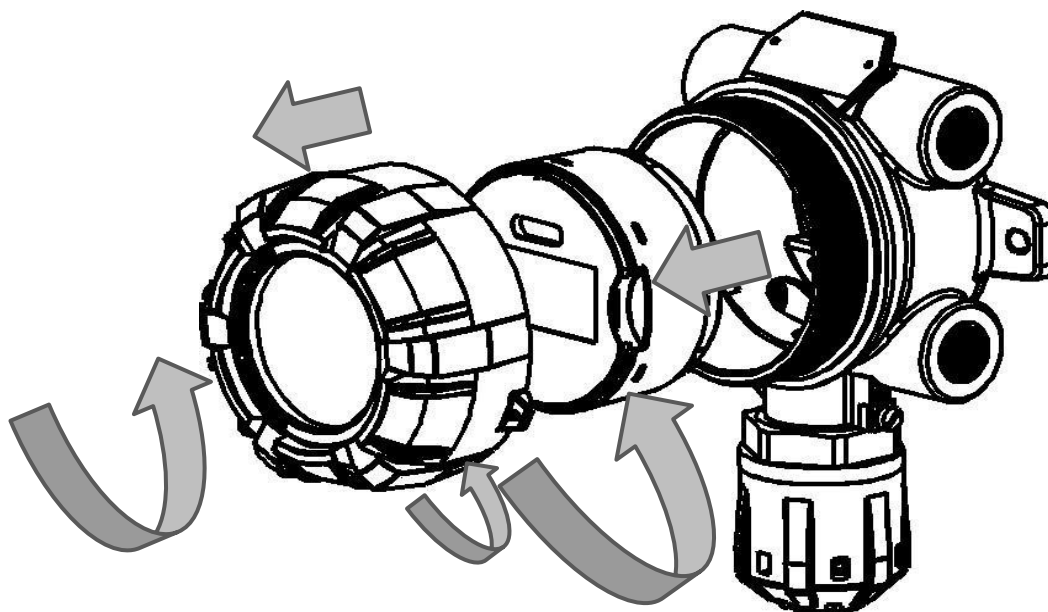

Рисунок 29 – Схема разбора AXIOM
- 1) открутить стопорный винт в крышке газоанализатора (см. рисунок 29);